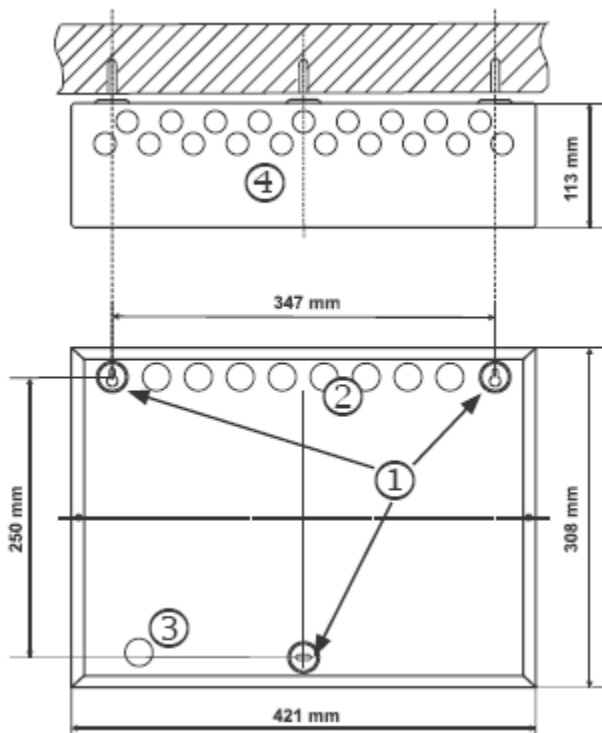

Abbildung 8. Elementen des Gehäuses der IRIS M Zentrale:
- Wählen Sie die Eingangsöffnungen für das Hauptstromversorgungskabel, die Loop-Kabel, die Sirenen, die Steuerungsgeräte usw. Entfernen Sie die Metallkappen ausschließlich von den Öffnungen, welche Sie zum Durchziehen der Kabel benutzen werden (Abbildung 8).